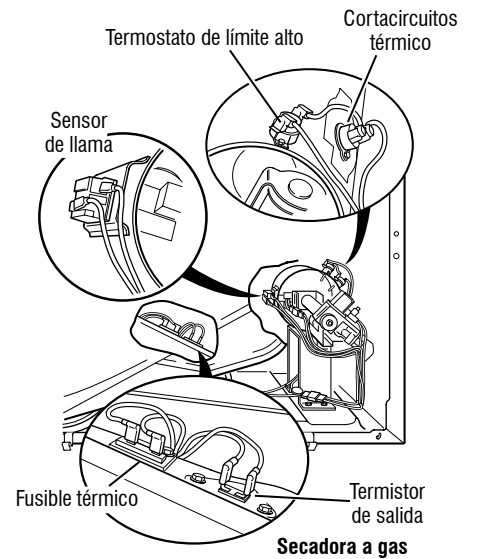

Figura 12: Componentes térmicos, secadora a gas (vista frontal).
- Localice el termostato de límite alto (consulte la Figura 12). Mida la continuidad en él conectando las sondas del medidor con los terminales de cable rojo y negro.